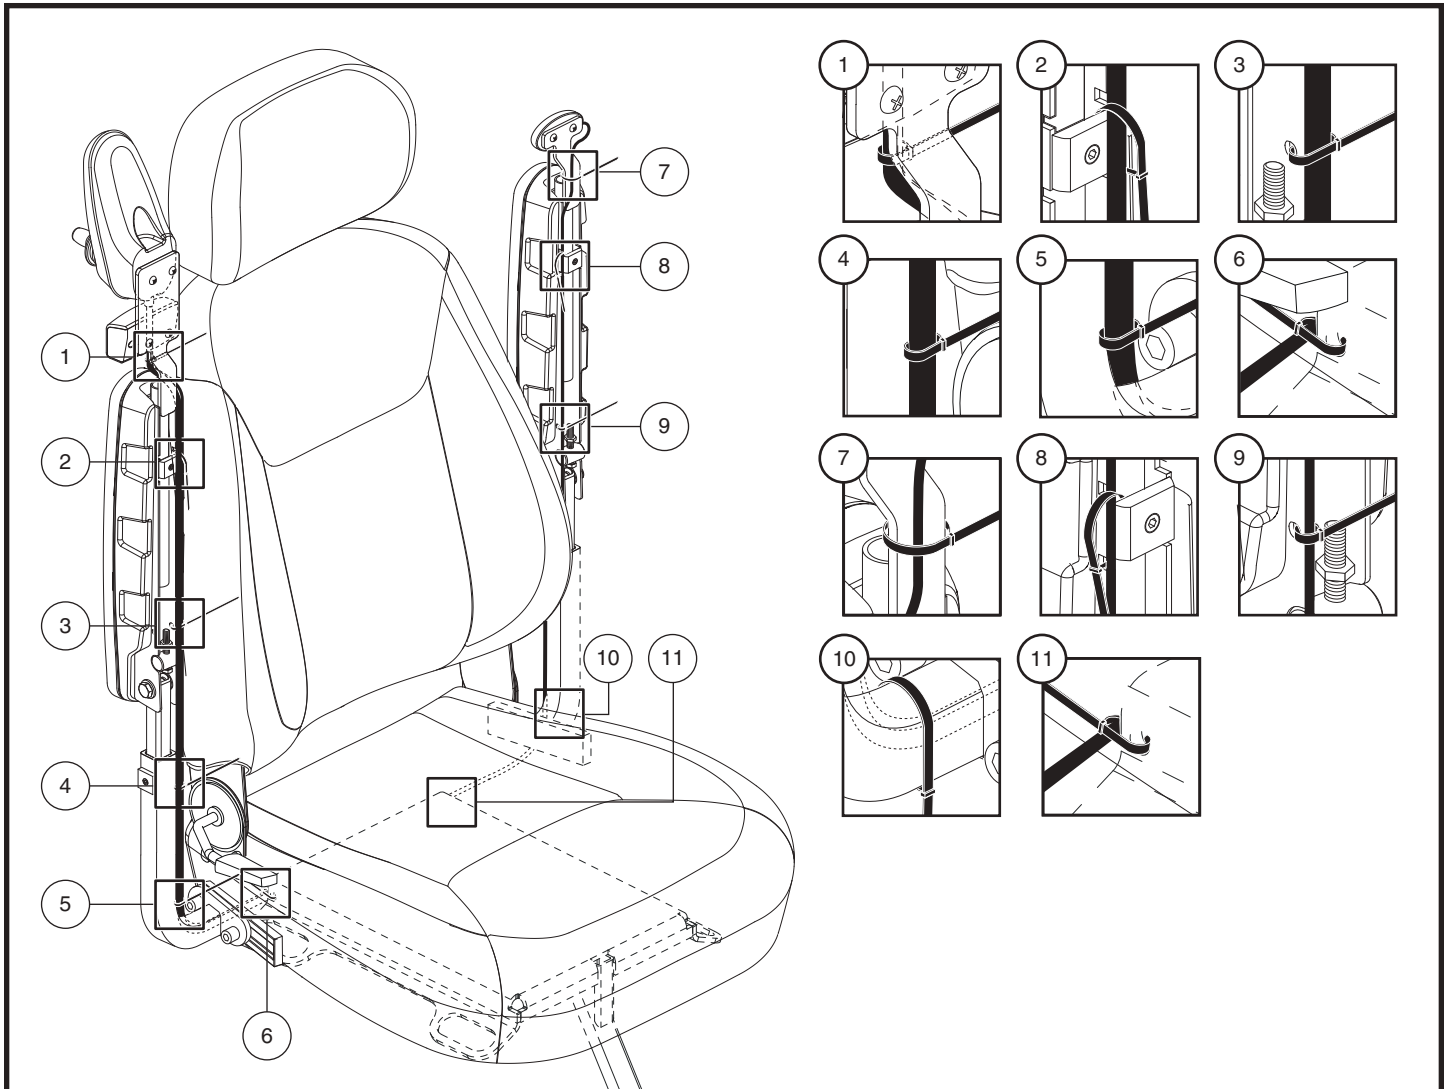

Figure 11. Acheminement du faisceau du contrôleur
17. Fixez les faisceaux sur l'accoudoir avec les attaches fournies comme indiqué dans la **figure 11**.
- Fixez les faisceaux le long du récepteur de l'accoudoir et de la plaque du siège avec les attaches fournies comme indiqué dans la **figure 11**.
MISE EN GARDE! Assurez-vous que tous les faisceaux sont correctement acheminés comme indiqué dans la figure 11. Un acheminement incorrect peut causer des dommages à l'interrupteur du dispositif d'éclairage, au contrôleur ou à d'autres composants électriques.
- Pour les emplacements 1 à 10, serrez les attaches en place en fonction de l'acheminement approprié du faisceau comme indiqué dans la **figure 11**.
9. Faites passer le câble du contrôleur le long du cadre du siège et fixez-le avec des attaches pour fil. **Voir la figure 11.**